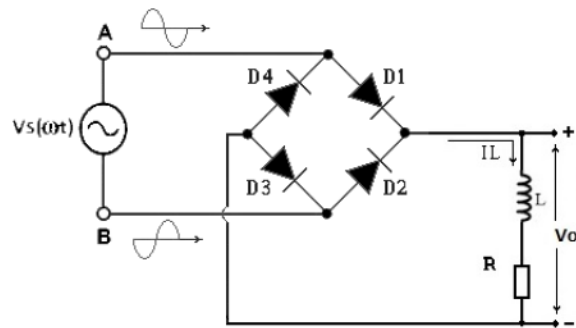

Figura 9: Diagrama do Circuito Retificador de Onda Completa
1. Montar o circuito da Figura 9.